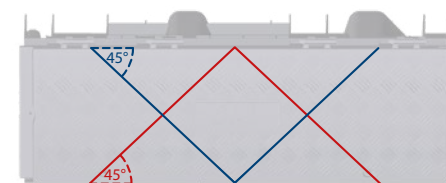

Abbildung 1: Schnittverläufe für 90°-Winkelement
2. Markieren Sie die Schnittlinien auf der Oberseite und den Seiten des Kabelkanal mit Hilfe der in Abbildung 1 bzw. Abbildung 2 dargestellten Schnittverläufe. Beachten Sie die farblich gekennzeichneten Schnittverläufe für links- und rechtsseitige Streckenänderungen.